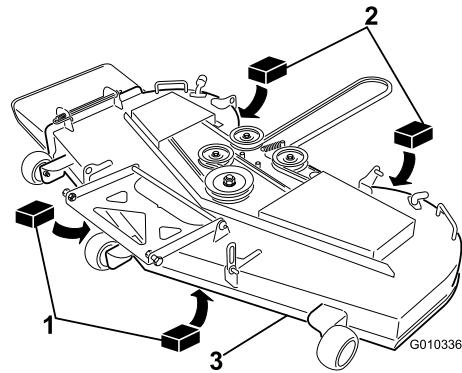

**Figura 65**
3. Gire cuidadosamente las cuchillas colocándolas en el sentido de avance de la máquina (Figura 65).
4. Mida entre la punta de la cuchilla delantera y la superficie plana y entre la punta de la cuchilla trasera y la superficie plana (Figura 65). Si la punta de la cuchilla delantera no está entre 1,6 y 7,9 mm más baja que la punta de la cuchilla trasera, vaya al procedimiento Nivelación de la plataforma de corte.